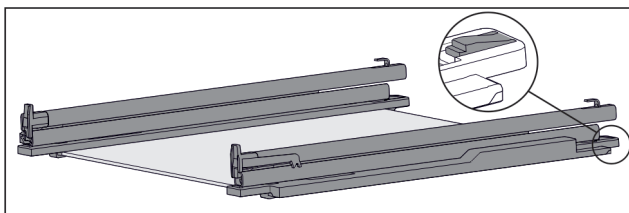

Fig. 99 Glasplaat met rails en vasthouddelen
- ▶ Vasthouddel achter omlaag duwen (zie Fig. 99) en tegelijk rails naar achteren schuiven.